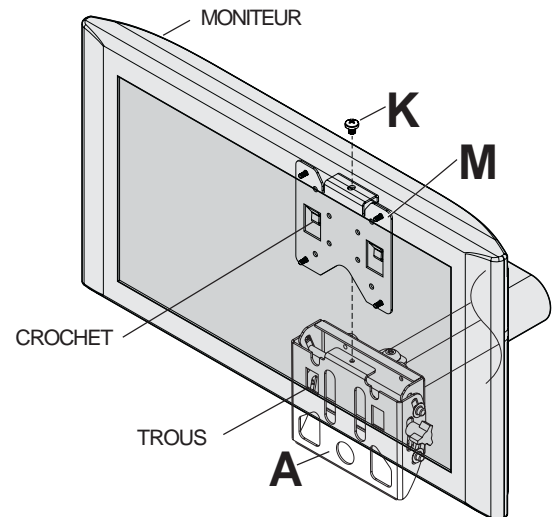
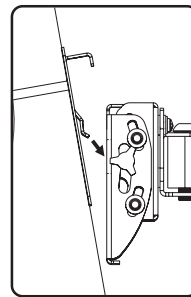
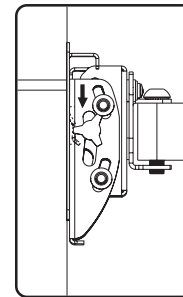

fig. 3.3
fig. 3.1
fig. 3.2
3 Pour fixer le moniteur à la monture murale (A), abaissez le support à crochets (M), avec l'écran incliné, dans les trous de la monture murale, tel qu'illustré à la figure 3.1. Lorsque les crochets sont bien engagés, abaissez-les pour les emboîter dans les trous, tel qu'illustré à la figure 3.2. Insérez la vis cruciforme M5 (K) et serrez-la bien afin de fixer le moniteur à la monture murale, tel qu'illustré à la figure 3.3.